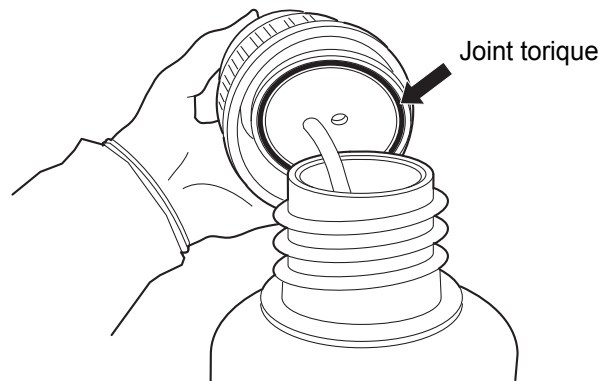

Figure 8-11 Inspecter le joint torique du bidon d'évacuation des déchets
4. Avant de le remettre en place, examiner le joint torique à l'intérieur du bouchon du bidon d'évacuation des déchets pour s'assurer qu'il ne contient pas de débris. Voir la Figure 8-11.